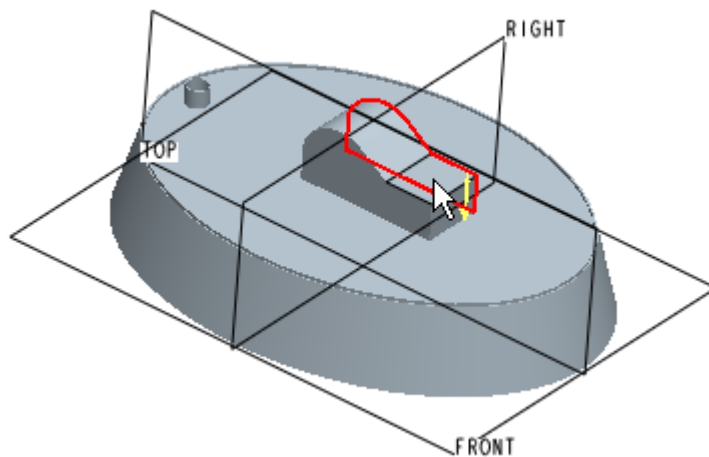

图 50-20
- (2) 单击按钮 ，打开【剖面】对话框，如图 50-20 所示选择光标指示的面为草绘平面，选取吹风机壳的一个侧面为视图方向参照，单击【草绘】按钮，进入草绘工作环境。